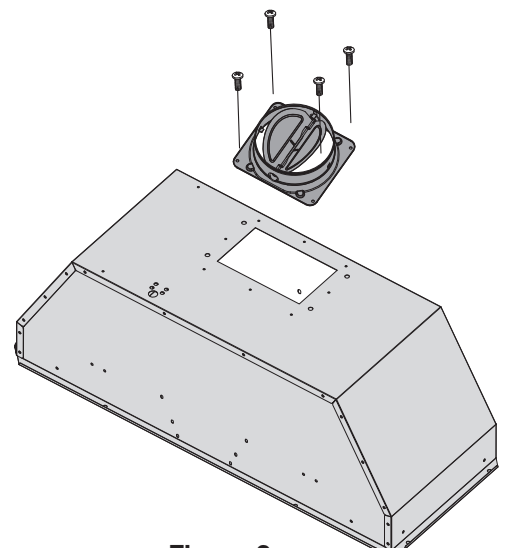

Figure 2
- Fixez le clapet sur le dessus de la boîte de moteur en utilisant les vis fournies. (Voir figure 2)